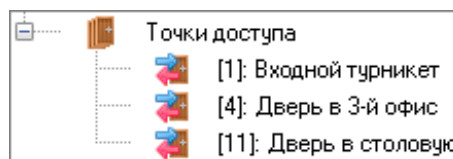

Рисунок 6-783 Точки доступа в составе приведенного в пример объекта
– Точки доступа (см. Рисунок 6-783):